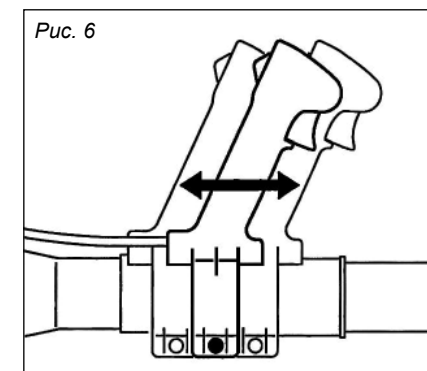

Рис. 6
- Выбирайте положение ручки таким образом, чтобы не пришлось тянуться и не напряглась рука во время работы (рис. 6). Ручка должна плотно лежать в руке.